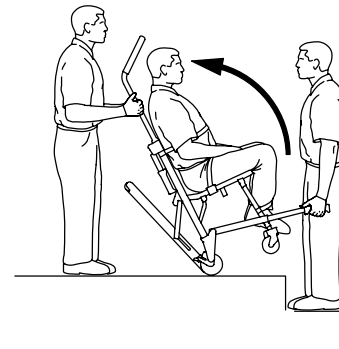

Figure 9 – Pencher la chaise
6. Opérateur côté tête : Pencher suffisamment la chaise en arrière pour permettre au système **Stair-TREAD** d'entrer en contact avec le sol (Figure 9).